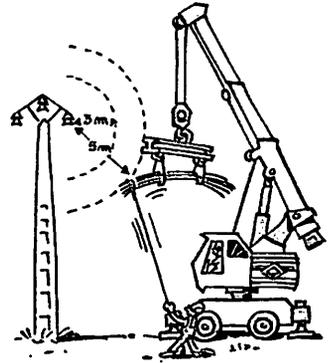

Fig. 19 : Distance d'approche d'une ligne sous tension.
a) Distance de tension t (fig. 19)